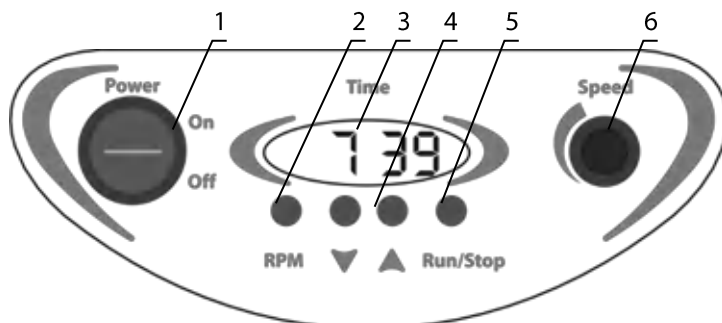

Рисунок 1. Панель управления
- 5.3. Включите прибор с помощью выключателя **Power** (рис. 1/1) (положение **On**), при этом загорится дисплей (Рис.1/3). В режиме ожидания дисплей отображает установленное время или установленную скорость (если нажата кнопка **RPM**). В рабочем режиме дисплей отображает время работы или фактическую скорость движения платформы (если нажата кнопка **RPM**).
- 5.4. При помощи кнопок ▼ и ▲ (рис. 1/4), установите необходимый интервал времени работы, руководствуясь показаниями на дисплее. Установленные параметры отображаются на дисплее в часах и минутах (чч:мм).
- 5.5. Установите скорость при помощи регулятора скорости **Speed** (рис. 1/6). Индикация скорости отображается на дисплее во время изменения положения регулятора **Speed**.
- 5.6. Нажмите кнопку **Run/Stop** (рис. 1/5), при этом начинается движение платформы прибора, а на дисплее происходит отсчет текущего интервала времени, причем интервал времени до 1 часа с точностью до 1 с (мм:сс), более 1 часа – с точностью до 1 мин. (чч:мм). При нажатии кнопки **RPM** в режиме движения платформы на дисплее отображается текущая скорость движения платформы.
- 5.8. При необходимости можно произвести остановку до достижения установленного интервала времени нажатием кнопки **Run/Stop** (рис. 1/5), при этом на дисплее в течение 2 секунд высвечивается интервал времени, прошедший до момента остановки платформы, а затем установленное время.